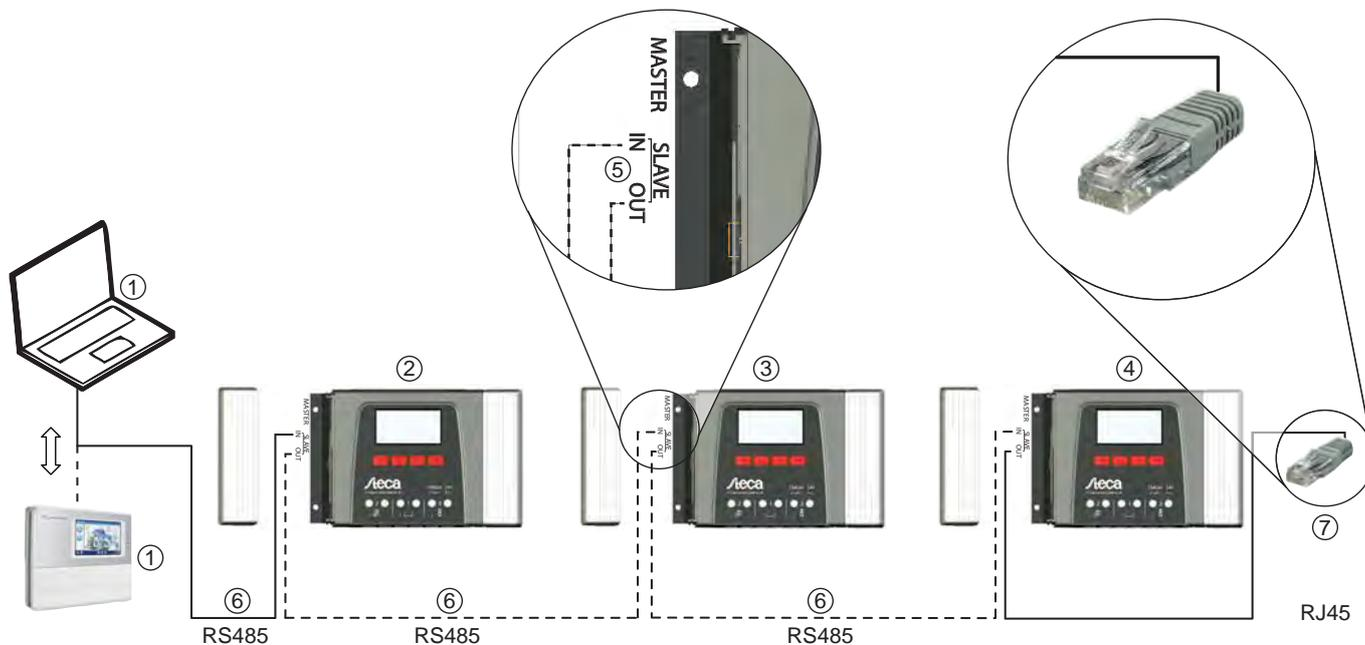

Fig. 2: Câblage du bus esclave
- Seul 1 maître peut être raccordé ① (fig. 2). Maîtres éventuels : un PC, un enregistreur de données ou un autre appareil maître de Steca adapté aux installations en site isolé.
- Chaque esclave ②, ③, ④ doit avoir son adresse comprise dans une plage entre 1 et 99 ; aucune adresse ne doit être affectée deux fois. Définissez l'adresse esclave du régulateur sous « *Menu principal* » ▶ « *Réglage système* » ▶ « *Adresse esclave RS485* ».
- Le maître situé à une extrémité du bus et l'esclave à l'autre extrémité doivent présenter une résistance de terminaison ⑦ ; voir la notice maître/esclave.
- Câble du bus ⑥ : câble standard RJ45 (câble patch Cat-5, 1/1, non fourni ; pour la longueur, voir la section ↪ 18.2).